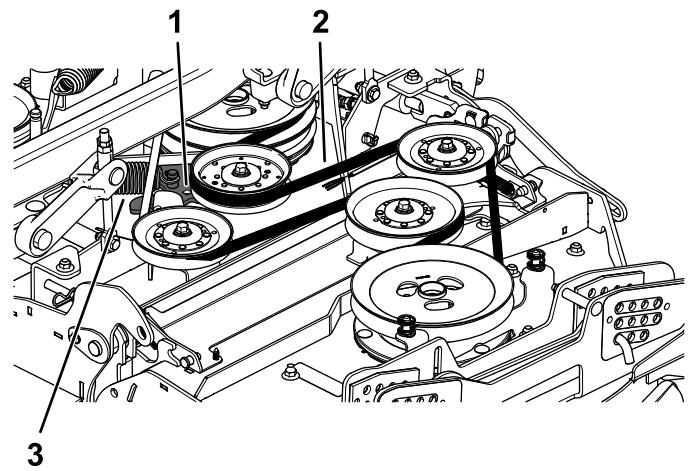

Figura 63
7. Utilizando una llave de carraca en el taladro cuadrado del brazo tensor, gire hacia atrás el brazo tensor para aliviar la tensión del muelle tensor (Figura 63).
8. Retire la correa de las poleas de la carcasa de corte (Figura 63).